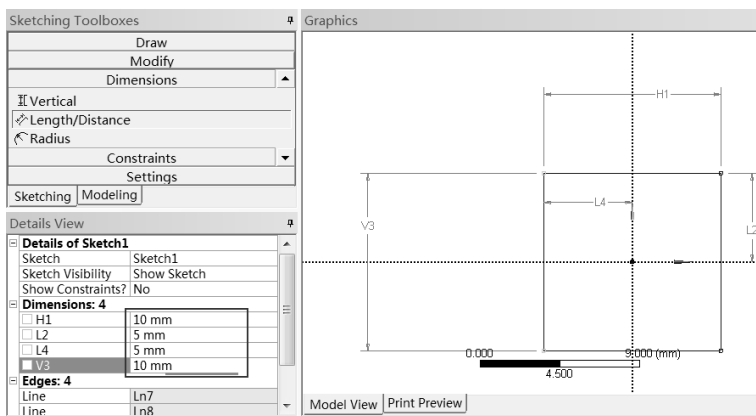

图 9-8 设置尺寸
Step6 :选择 Dimensions General 命令 ,如图 9-8 所示 ,对几何尺寸进行标注 ,具体尺寸如下。